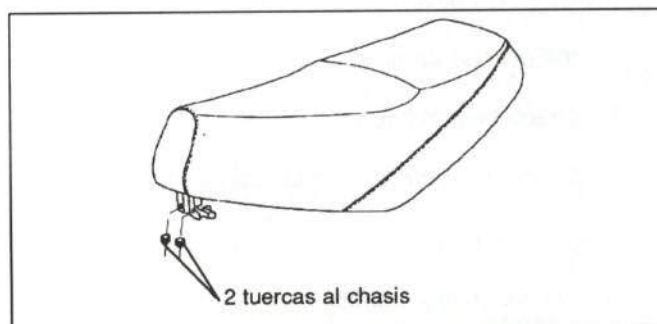

Figura 16.- Fijación del asiento
En la figura 16 se muestra su fijación
- Asiento (figura 16)